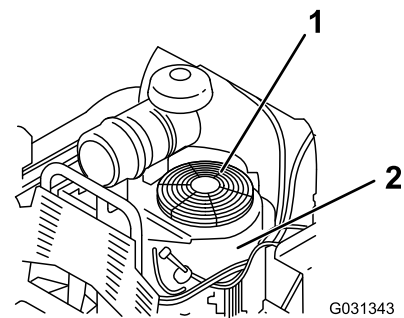

Figura 67
3. Retire la rejilla de entrada de aire y la carcasa del ventilador (Figura 67).
5. Instale la rejilla de entrada de aire y la carcasa del ventilador (Figura 67).